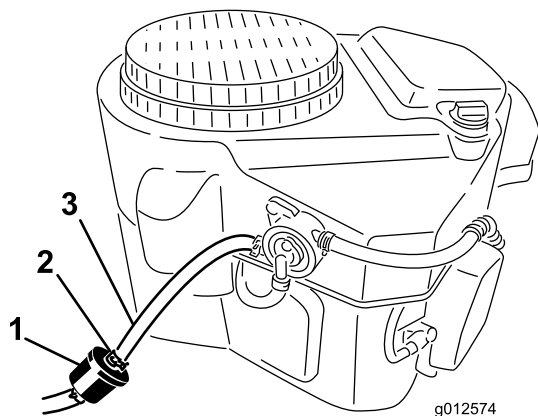

Figure 51
2. Nettoyez la surface autour du bouchon du réservoir de carburant pour éviter que des débris ne tombent à l'intérieur du réservoir (Figure 51).
4. Pincez les extrémités des colliers et éloignez les colliers du filtre (Figure 51).